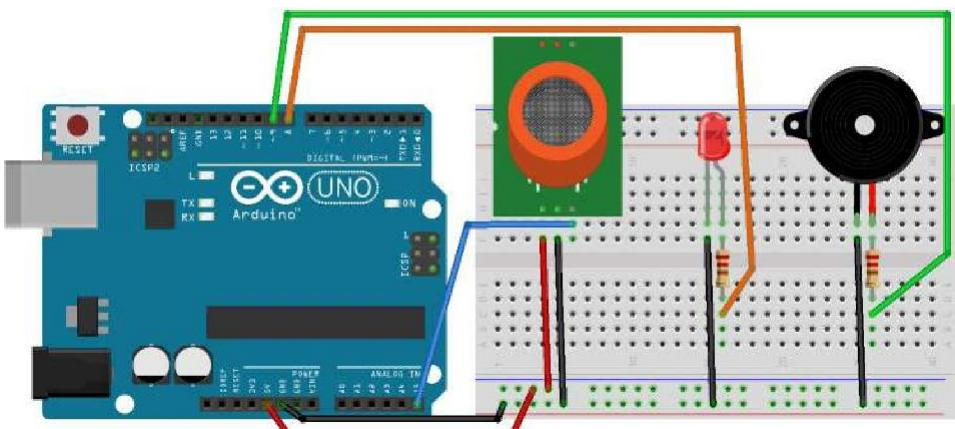

Figura 1. Circuito sensor de gas con alarma sonora.
En este proyecto se construirá un sensor de gas con alarma sonora. Para lograrlo se debe armar el circuito que se muestra a continuación en la figura 1. Es importante considerar que el sensor MQ-135 dispone de 4 pines para conexiones. Sin embargo, en este proyecto solo será utilizada la salida analógica (AO) del módulo sensor; es por esta razón que en la figura 1 se muestran solo tres pines: de izquierda a derecha, Vcc, GND y AOUT, respectivamente.